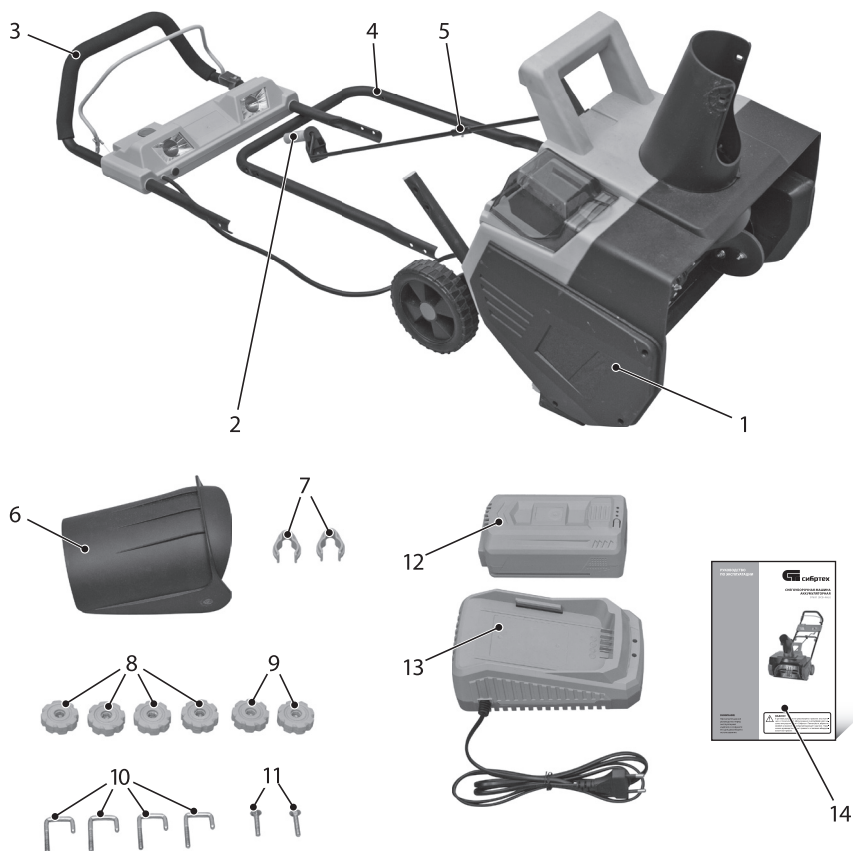
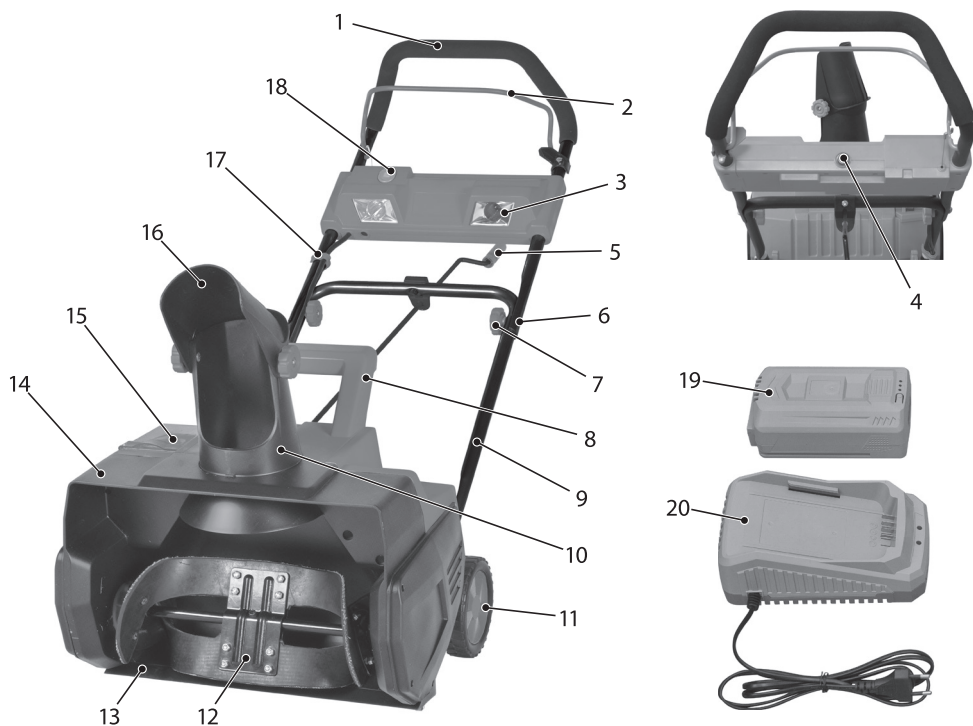

Рис. 1.
Рис. 2.
- Совместите отверстия дефлектора (рис. 2, поз. 16) с отверстиями на выпускном желобе (рис. 2, поз. 10). Установите винт с полукруглой головкой (рис. 1, поз. 11) и закрепите гайкой-барашек (9) с двух сторон.
Для включения фар при работающей снегоборочной машине переведите выключатель (рис. 2, поз. 4) в положение «Включено». Для выключения переведите выключатель в положение «Выключено».
При отпуске рычага включения (рис. 2, поз. 2) фонари освещения отключаются.